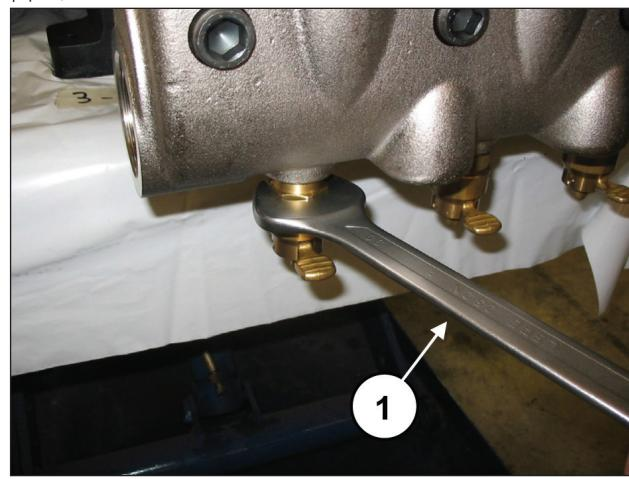

图96
拧松阀门打开装置，可使用30毫米的扳手（部件号①, 图96）。